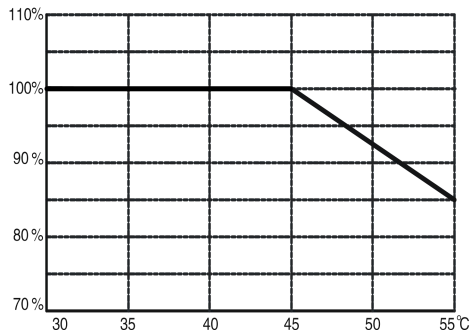

图 3-1 额定输出电流与环境温度的关系
- 1) 环境温度：-10℃ ~ 45℃；由于环境温度变高造成控制器散热效果变差，有必要降额使用，额定输出电流与环境温度的关系如图 3-1 所示。